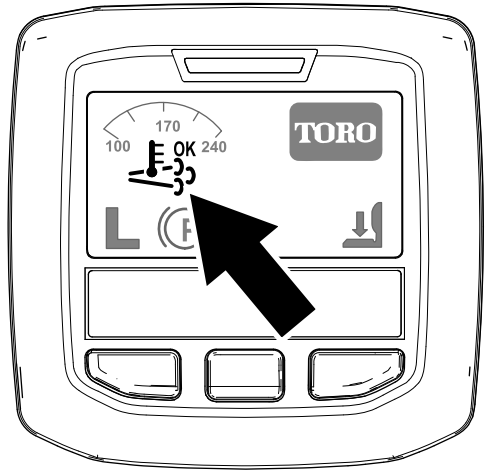

Figura 35
- Aparece el icono de regeneración de asistencia/restablecimiento en el InfoCenter (Figura 35).